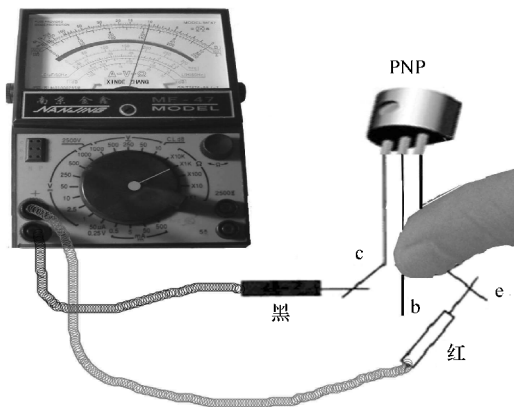

图 4-43 测试集电极与发射极方法
2) 判别集电极 (c) 和发射极 (e)。测试方法如图 4-43 所示。以 PNP 型晶体管为例, 将万用表置于 $R \times 1\text{k}$ 挡, 将晶体管基极悬空, 红、黑表笔分别接另外两个引脚, 此时指针应指在无穷大位置, 然后用手指同时捏住基极与右边的端子, 如果万用表指针向右偏转较明显, 则右边的端子为集电极, 左边的端子为发射极。如果万用表指针基本不摆动, 可改用手指同时捏住基极与左边的端子, 若指针向右偏转较明显, 则表明左边的端子为集电极, 右边的端子为发射